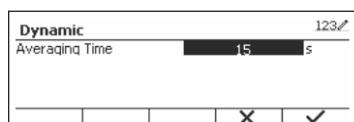

Figure 80
- Appuyez sur le bouton multifonction correspondant à l'icône . Saisissez ensuite la valeur désirée à l'aide du pavé numérique. (Voir Figure 80)